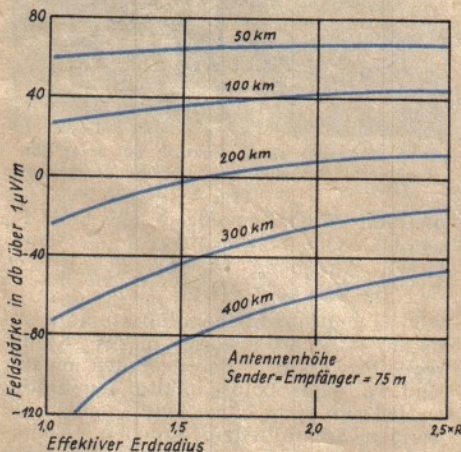

Abb. 8. Feldstärke bei verschiedenem effektiven Erdradius
Einer englischen Arbeit (1) entnehmen wir eine Darstellung über die Änderung der Feldstärke bei Entfernungen von 50 bis 400 km vom Sender (Abb. 8); sie gilt bei einer Sendeleistung von 1 kW, 90 MHz und Antennenhöhe von Sender und Empfänger = 75 m und $\lambda/2$ -Dipol-Antennen. Dabei ist $db = 20 \log E$ ($\mu V/m$). Ein Sonderfall der Brechung ist die sogenannte Superrefraktion.